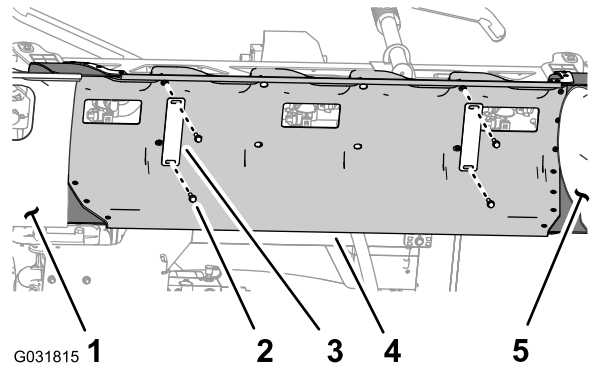

Figura 27
1. Sujetando la cubierta de la sección central (11 boquillas), retire los 4 pernos con arandela prensada (5/16" x 1 1/4") y las 2 pletinas de sujeción que fijan la cubierta al soporte de la cubierta (Figura 27).